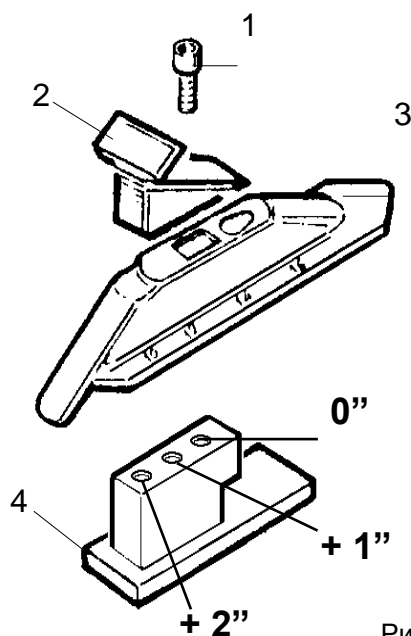

Рис. 1
Можно дополнительно увеличить ранее измененные значения, смещая положение 4 зажимов, как показано на рисунке снизу (Рис. 1).
• Открутите, почти полностью, ручку регулирования (5). Установите рычаг блокировки (4) в **положение 2** (Рис. 2). Перемещайте монтажный шток (Рис. 1) до тех пор, пока монтажная головка (9) не будет установлена на поверхности диска. Приведите рычаг блокировки в **положение 1** (Рис. 2), чтобы заблокировать весь механизм. Закручивайте ручку регулирования (5) до тех пор, пока монтажная головка не отодвинется от колесного диска на расстояние, приблизительно, в 2/3 мм. Это заблокирует перемещение монтажного штока в вертикальном направлении. Монтажная головка (9) при этом должна находиться, приблизительно, на расстоянии в 2 мм от колесного диска.